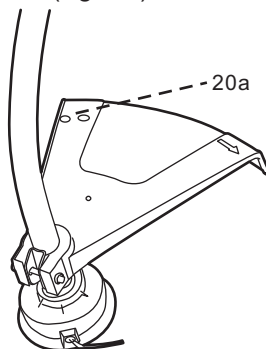

Fig.11
- > Le capot comporte une lame (20a) servant à trancher le fil de coupe en cas de besoin (fig. 11).